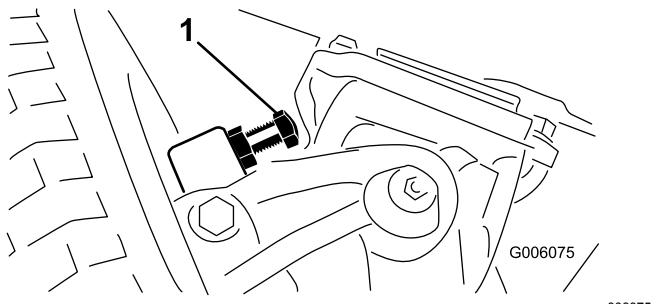

Bild 67
- Drehen Sie die Schrauben ein oder aus, bis der Abstand 2,3 mm beträgt, siehe Bild 67.